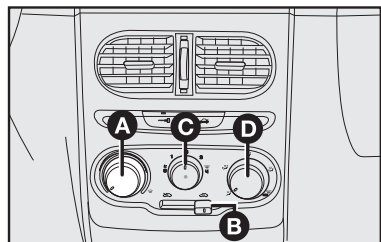

fig. 51
COMANDOS - fig. 51
1) Seletor para a temperatura do ar **A-fig. 51** totalmente posicionado à esquerda.
2) Seletor do ventilador **C-fig. 51** posicionado na velocidade máxima.
3) Seletor de distribuição do ar **D-fig. 51** apontado para ☞; controlar para que todas as saídas de ar estejam totalmente abertas.
4) Ligar o ar-condicionado apertando o seletor **C-fig. 51**.
O ar-condicionado é muito útil para acelerar o desembaçamento, pois desumidifica o ar. É suficiente regular os comandos para a função de desembaçamento e ativar o condicionador, apertando o seletor **C-fig. 51**.
1) Condicionador de ar ligado: seletor **C-fig. 51**.